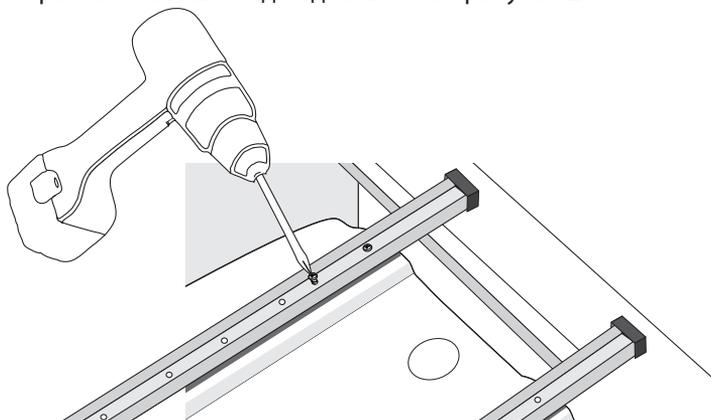

Рис. 21. Соединение поддона и каркаса.
2. Уложите нераспакованный поддон днищем вверх на горизонтальную площадку, а затем присоедините каркас его гладкой частью к днищу (рисунок 21) так, чтобы длинные швеллера каркаса располагались на одинаковом расстоянии от сливного отверстия поддона, а короткие - от его бортов.
4. Закрепите каркас саморезами. Делайте это только через отверстия, расположенные над подложкой. См.рисунок 21.